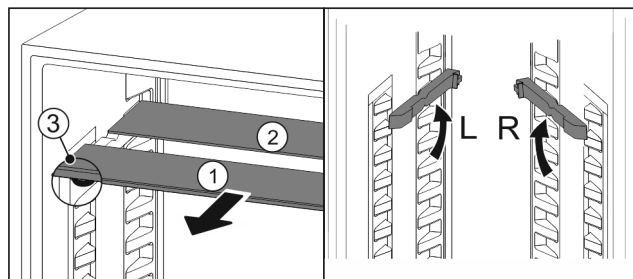

Fig. 61
- ▶ По одной извлеките Fig. 61 (1) стеклянные панели движением вперед.
- ▷ Стеклянная панель Fig. 61 (1) с декоративной планкой лежит спереди.
- ▷ Стопоры Fig. 61 (3) показывают вниз.